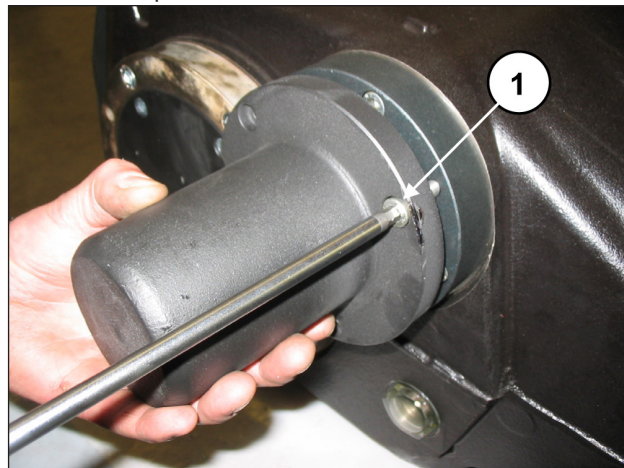

Fig. 104
Monte a cobertura na extremidade do eixo e fixe-a no cárter, mediante 3 parafusos M8x20 (pos. ①, Fig. 104). Calibre os parafusos com chave dinamométrica, conforme indicado no capítulo 3.